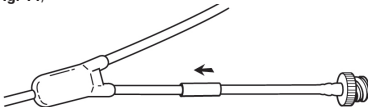

Fig. 15
6. Faire glisser la gaine sur le point de jonction. (Fig. 15)